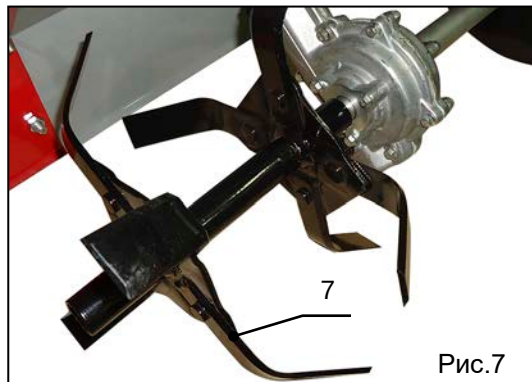
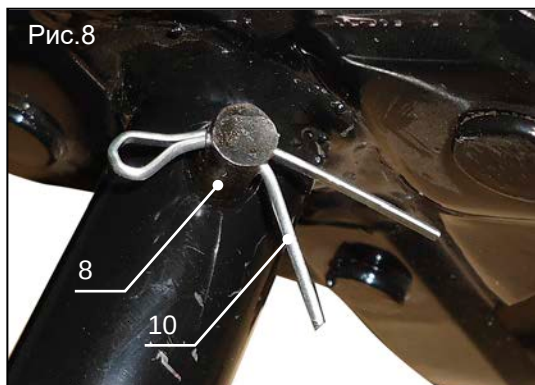

Рис.7
Рис.8
2. Установите на вал редуктора фрезы (поз.7, рис.7) и зафиксируйте их положение при помощи штифтов (поз.8, рис.8)
Внимание: штифты необходимо зафиксировать шплинтами! (поз.10, рис.8)